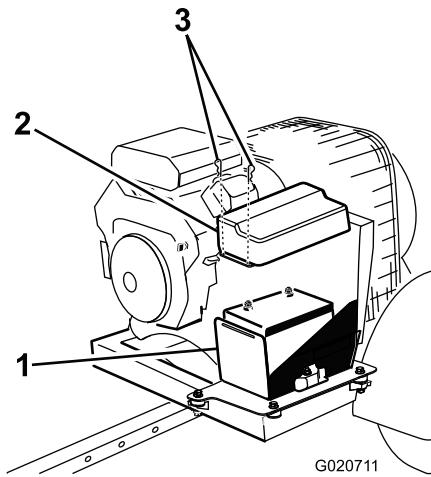

Figura 30
1. Rimuovete i fermagli che fissano il coperchio della batteria alla cassetta e il coperchio della cassetta (Figura 30).